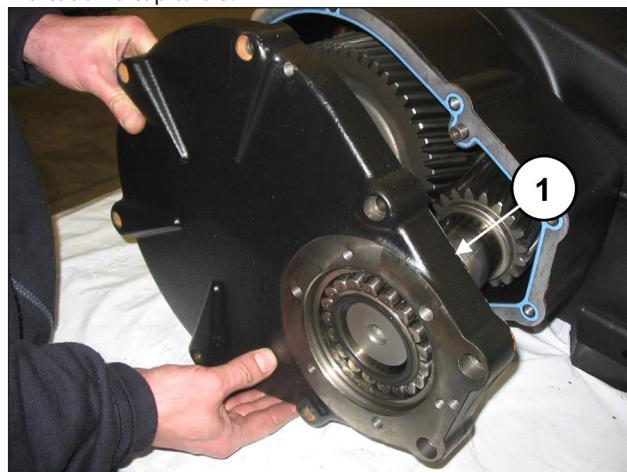
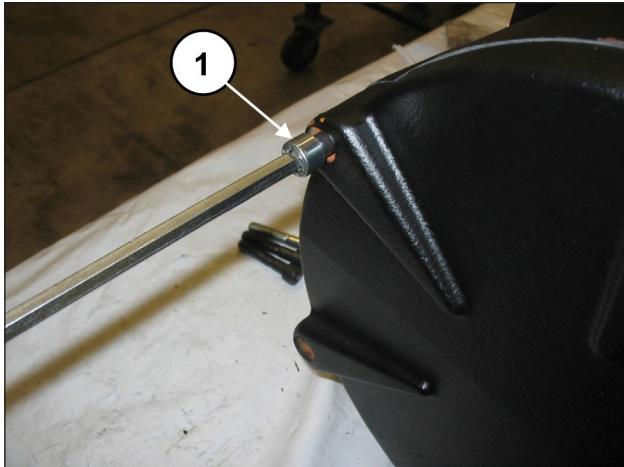

Fig. 67
Fig. 68
Monte a cobertura do redutor (pos. ①, Fig. 67), e fixe-o com oito parafusos M10x50 (pos. ①, Fig. 68). Use um tampão para evitar que o rolamento possa sair do seu local (pos. ①, Fig. 69). Calibre os parafusos com chave dinamométrica, conforme indicado no capítulo 3.